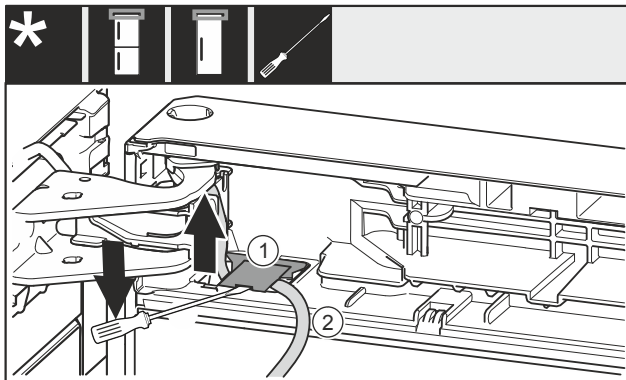

Fig. 10
- ▶ Mit Schlitzschraubendreher die Abdeckung Fig. 10 (1) anheben und herausziehen.
- ▶ Kabel Fig. 10 (2) herausziehen.